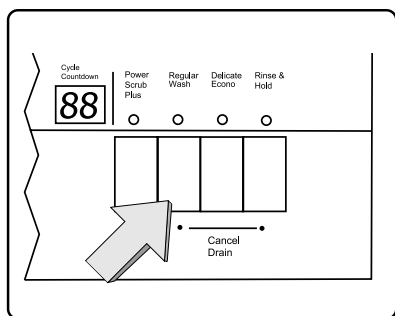

Figure 35/Ilus. 35
1. Press and hold the left-most of the two buttons labelled "Cancel Drain", as shown in Figure 35, then press and hold the On/Off button. When the LED display shows a "0" or a "1", release both buttons. The light above the left-most "Cancel Drain" button will begin to flash.
1. Presser et maintenir les deux touches à gauche «Cancel Drain» comme à la figure 35, puis presser et maintenir la touche marche-arrêt. Lorsque l'affichage DEL indique un «0» ou «1», relâcher les touches. Le voyant au-dessus des touches à gauche clignotent.
1. Pulse y oprima el botón a la izquierda de los dos rotulados "Cancel Drain", como muestra la Ilustración 35, después pulse y oprima el botón On/Off. Cuando el indicador LED muestra un "0" o "1", deje de oprimir ambos botones. La luz encima del botón "Cancel Drain" a la izquierda empezará a brillar intermitentemente.